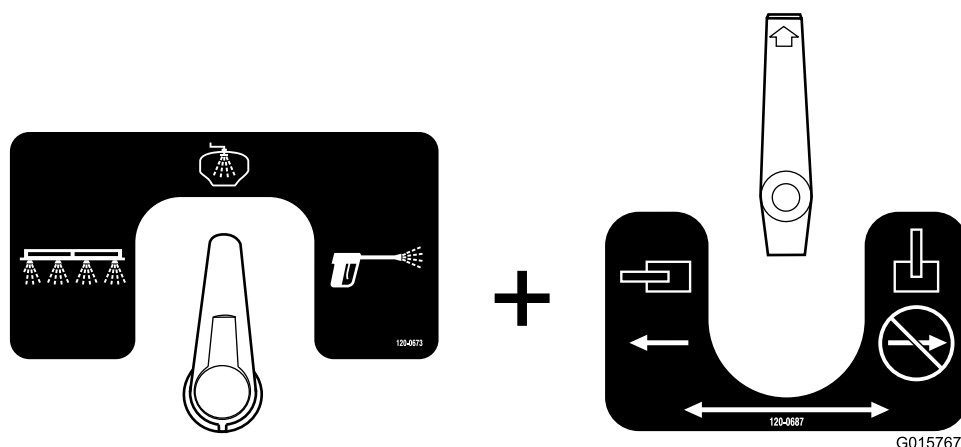

図 34
- ・ 以下はタンクすすぎ用の設定です（図 34）。この設定では、すすぎノズルからすすぎ水がタンク内部に散布されます。